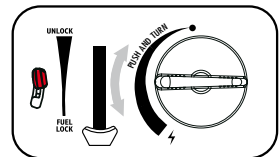

fig. 5
7. Ajuste el mando de control en la posición deseada (fig.5) ¡No coloque nunca la palanca del cartucho (6) en la posición "UNLOCK" durante el uso!